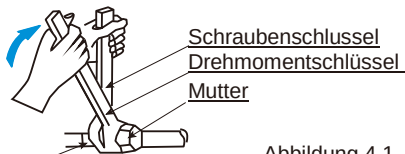

Abbildung 4.1
- ◆ Verwenden Sie bei der Montage oder Demontage der Rohrleitung zwei Schraubenschlüssel, einen gemeinsamen Schraubenschlüssel und einen Drehmomentschlüssel. (Siehe Abb. 4.1)